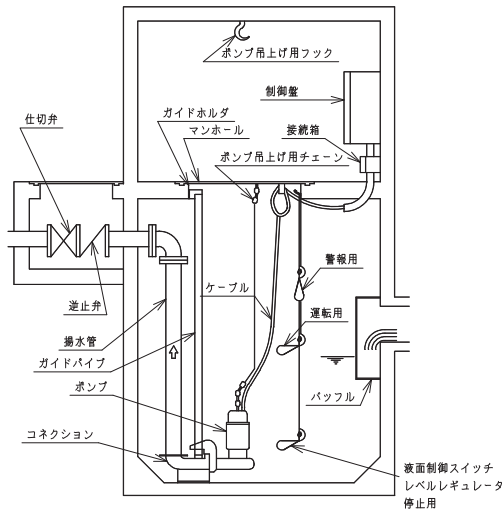
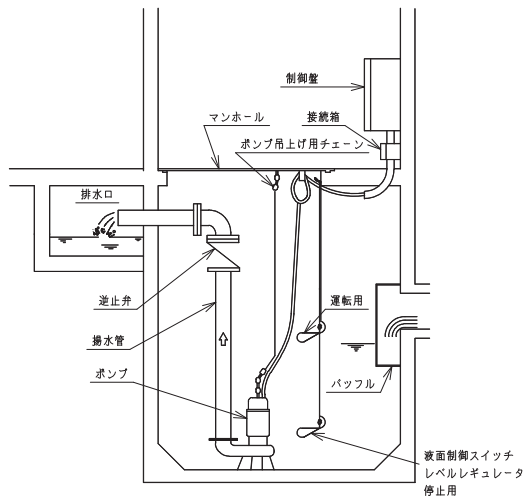

図. 1 自動接続形水中ポンプ据付例
図. 2 フランジ接続形水中ポンプ据付例
(1) 据付例、図. 1、図. 2を参考に、ポンプを据付けてください。